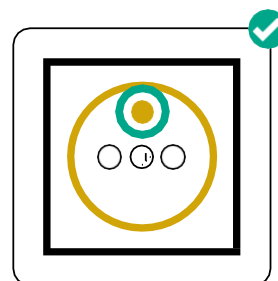
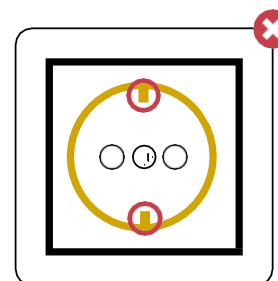

fig. 1
fig. 2
- Alle stopcontacten zijn voorzien van een aangesloten penarding zie fig. 1 (randaarding is verboden in België zie fig. 2) en zijn van het kindveilige type, zodat metalen voorwerpen – zoals een ijzerdraadje – niet in het stopcontact gestoken kunnen worden.